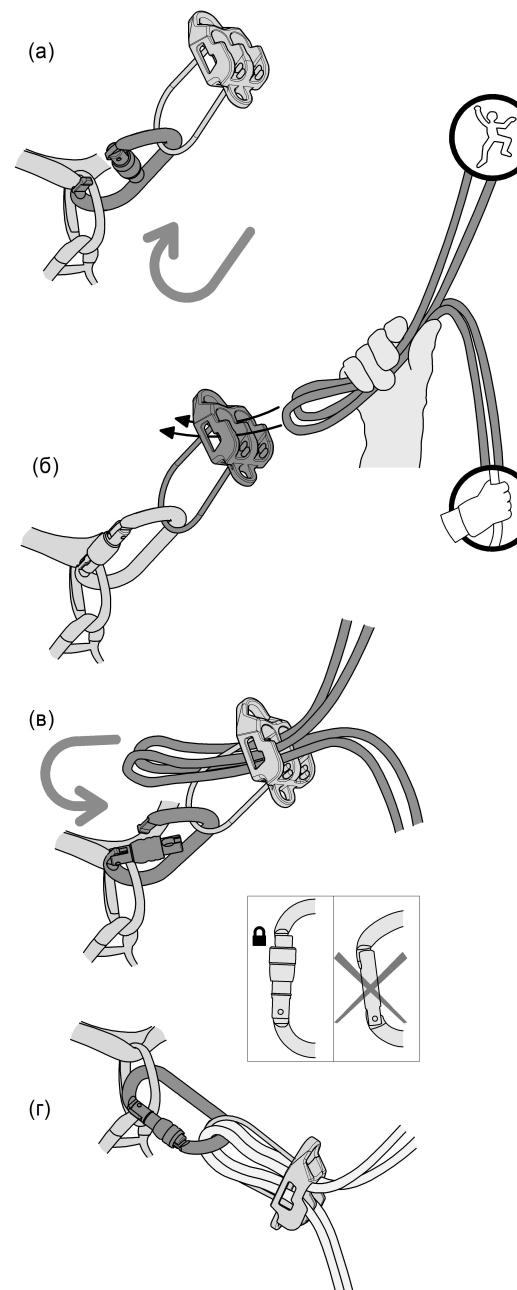

Рис. 3
**Страховка лидера.** На рис. 3 показано присоединение спускового устройства к беседке для последующей страховки лидера. Используйте только карабины с муфтой. Всегда полностью завинчивайте муфту после установки карабина.